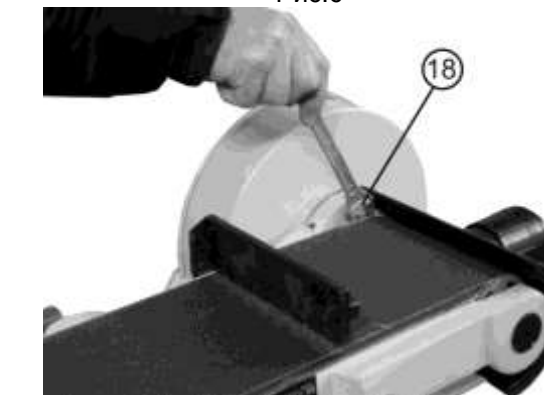

Рис.8
Ослабьте две гайки (18), как показано на Рис.8 (одна гайка находится снизу) и поднимите стол шлифовальной ленты (9) до вертикального положения, затем затяните гайки (18), Рис.11.